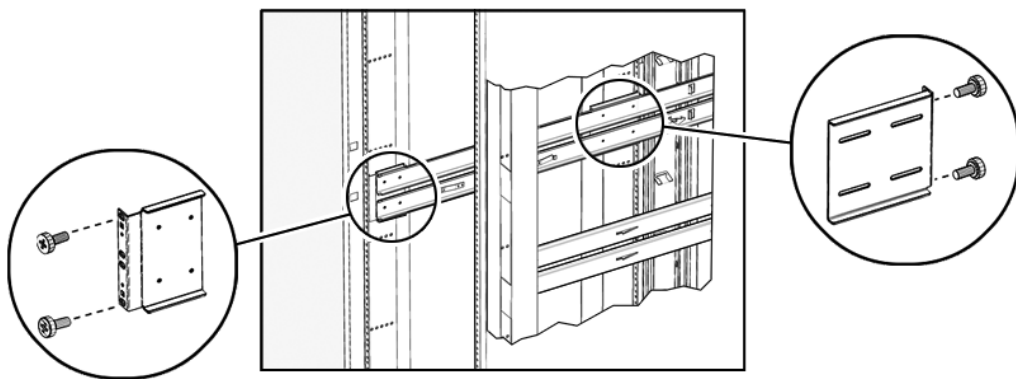

图 2-3 将滑轨装置装配到设备机架中
2. 使用四 (4) 颗 M6x10 螺丝将滑轨装置固定到所选的装配孔（图 2-3）中，以便滑轨可以从设备机架前面伸出。